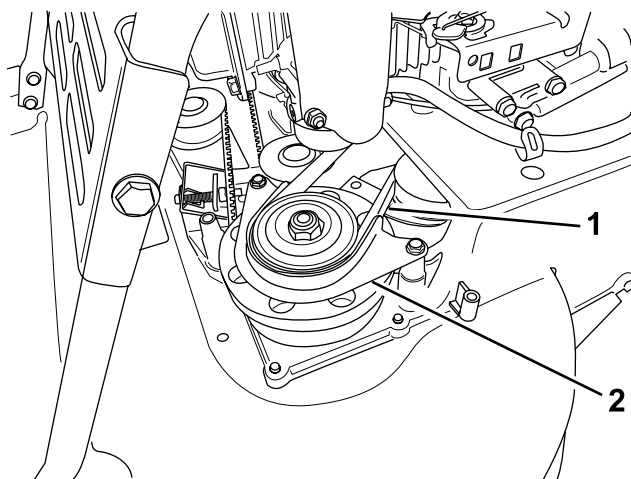

Figura 41
7. Retire el protector de la correa del EFC (Figura 41).